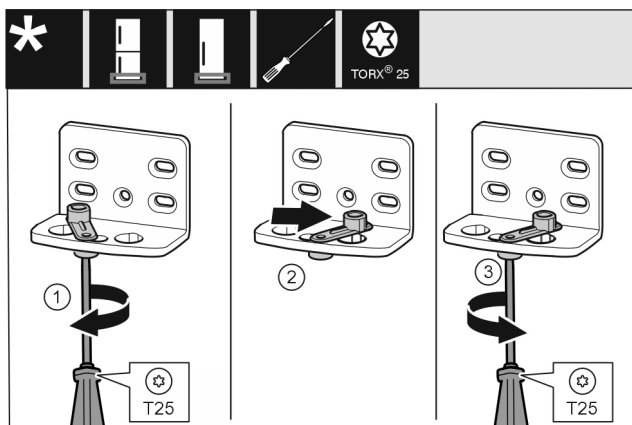

Fig. 14
- ▶ Înșurubați slăbit șurubul cu șurubelnița T25. Fig. 14 (1)
- ▶ Ridicați dispozitivul auxiliar de închidere a ușii și rotiți-l cu 90° spre dreapta în orificiu. Fig. 14 (2)
- ▶ Înșurubați ferm șurubul cu șurubelnița T25. Fig. 14 (3)